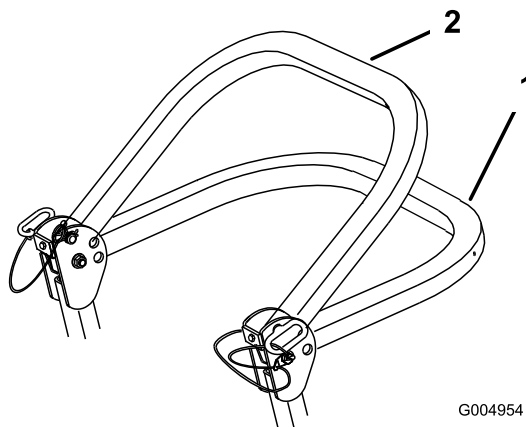

Figure 6
2. Abaissez l'arceau de sécurité à la position abaissée. La position abaissée est à deux niveaux. (voir Figure 6).